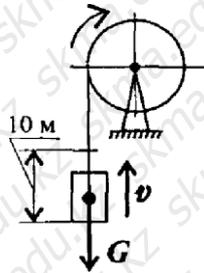

Рис.3
**Задача 1.** Определить потребную мощность мотора лебедки для подъема груза весом 3 кН на высоту 10 м за 2,5 с (рис.3). КПД механизма лебедки 0,75.